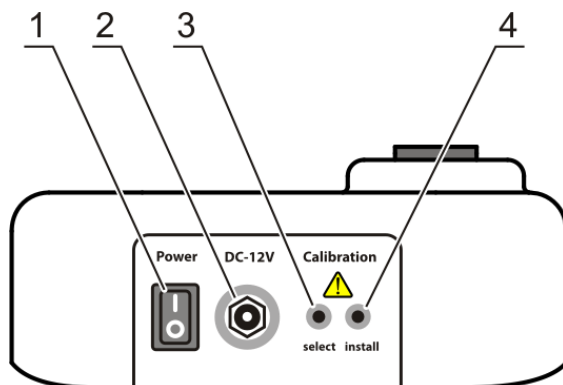

Рисунок 3. Вид сзади
- 5.2. Подсоедините внешний блок питания к сети. Включите прибор, переведя переключатель **Power** (рис. 3/1) на задней панели.
- 6.4. Подсоедините внешний блок питания к сети. Включите прибор, переведя переключатель **Power** (рис. 3/1) на задней панели.
- 6.5. Нажмите кнопку **Select** (рис. 3/3) на задней панели прибора.
- 6.6.1. **Пустое гнездо.** На дисплее появится индикация -.-. Нажмите кнопку **Install** (рис. 3/4) для сохранения значения пустого гнезда. Экран покажет следующее требуемое значение калибровки.